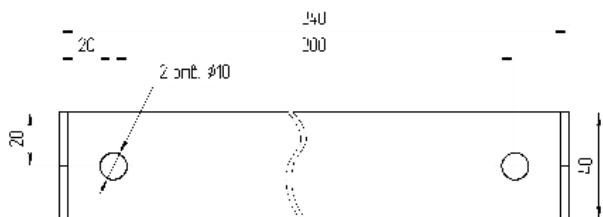

Рис. 4 Закладная деталь для крепления прибора
6.1.8. Прибор должен навешиваться на закладную (входит в комплект поставки, (17) Рис.1). Разметку стены под крепление закладной детали произвести согласно Рис. 4.